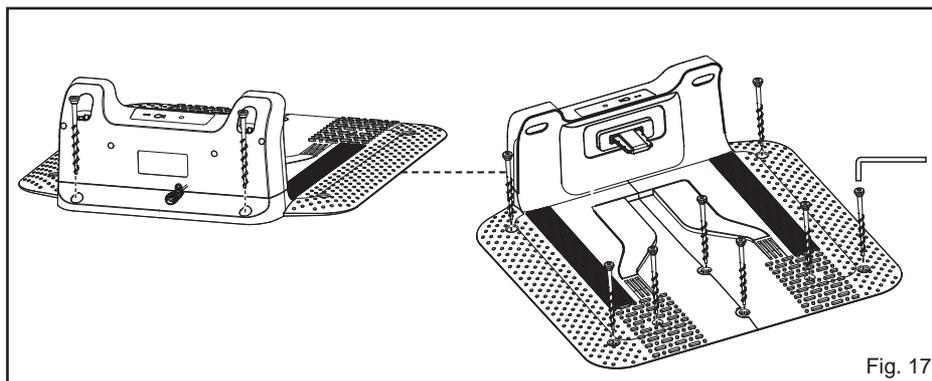

Fig. 17
- Fije la estación base al suelo con los tornillos suministrados (Fig. 17).